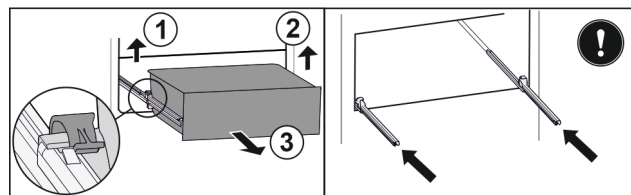

Fig. 109
- ▶ Linke Klemme anheben und gleichzeitig Schubfach links nach vorne ziehen. *Fig. 109 (1)*
- ▶ Rechte Klemme anheben und gleichzeitig Schubfach rechts nach vorne ziehen. *Fig. 109 (2)*
- ▶ Schubfach nach vorne entnehmen. *Fig. 109 (3)*